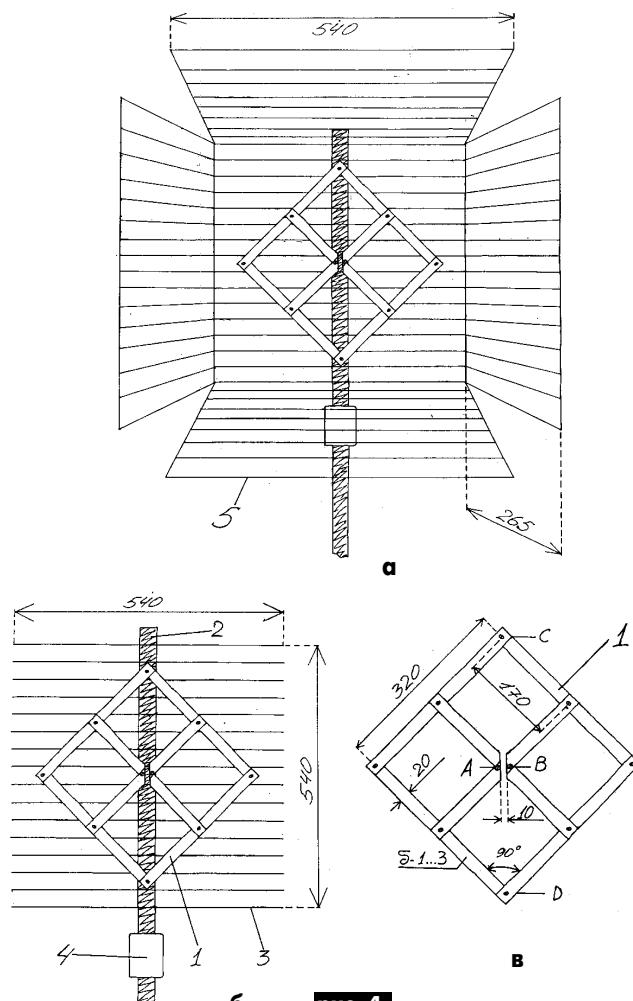

рис. 4
лителю 4 (рис.4,б). Закрепляют кабель проволочными хомутами.
Полотно 1 можно использовать само по себе как антенну. Ее коэффициент усиления составляет около 6 дБ. Однако лучше снабдить полотно рефлектором. Простейший рефлектор 3 (рис.4,б) представляет собой плоский экран, изготовленный из трубок или отрезков толстого провода. Диаметр элементов рефлектора некритичен и может быть в пределах 3...10 мм. Антенна с плоским рефлектором имеет коэффициент усиления около 8 дБ. Еще больше увеличить коэффициент усиления позволяет сложный рефлектор типа "полуразвалившийся короб" (рис.4,а).
Пространственная ориентация антенны, показанная на рис.4, соответствует приему сигналов с горизонтальной поляризацией. Для приема сигналов с вертикальной поляризацией необходимо полотно и рефлектор повернуть на 90°. Усилитель ДМВ располагают в непосредственной близости от антенны. Максимальная длина кабеля от антенны до усилителя - 80 см. Выходной кабель от усилителя диаметром 4 мм при необходимости наращивают кабелем снижения. Желательно, чтобы он был как можно большего диаметра (от этого зависят потери полезного сигнала в кабеле). Использовать кабель диаметром 4 мм можно лишь в том случае, если его длина не превышает 10 м. При удлинении кабеля соединение нужно выполнять "встык" так, чтобы минимальным образом нарушилась коаксиальная структура фидера.
**Конструкция антенны ДМВ.** Добиваться очень большого усиления антенны ДМВ не всегда целесообразно, так как это ведет к неоправданному усложнению ее конструкции. Однако и рассчитывать на дальний прием с малозадающей антенной тоже не приходится. Личный опыт конструирования и использования антенны ДМВ показывает, что наиболее простой и в тоже время весьма эффективной является Z-антenna с рефлектором (рис.4). Ее отличительными особенностями являются широкополосность, большой коэффициент усиления, хорошее согласование непосредственно с 75-омным коаксиальным кабелем и некритичность размеров.
Размеры антенны для 21-60 каналов показаны на рис.4. Если антенну будут использовать в диапазоне 61-100 каналов, то размеры нужно уменьшить в 1,5 раза. Активное полотно антенны 1 (рис.4,в) изготавливают из алюминиевых полос и скрепляют "внахлест" винтами с гайками либо заклепками. В точках соприкосновения пластин должен быть надежный электрический контакт. На мачте 2 полотно крепят в точках С и D. Мачта может быть деревянной или металлической. В последнем случае при креплении антенны ее нужно изолировать относительно мачты. Коаксиальный кабель подключают к точкам А и В (оплетку подключают к одной стороне, жила - к другой) и прокладывают вдоль мачты 2 к усилителю.